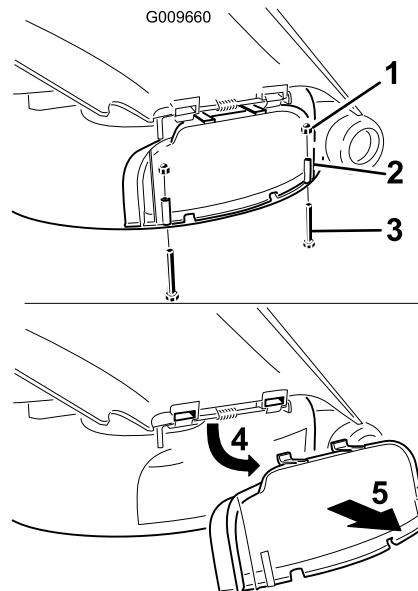

Bild 20
3. Entfernen Sie die zwei Schrauben und Muttern, mit denen die Abdeckung des Auswurfschlitzes am Mähwerk befestigt ist (Bild 20).